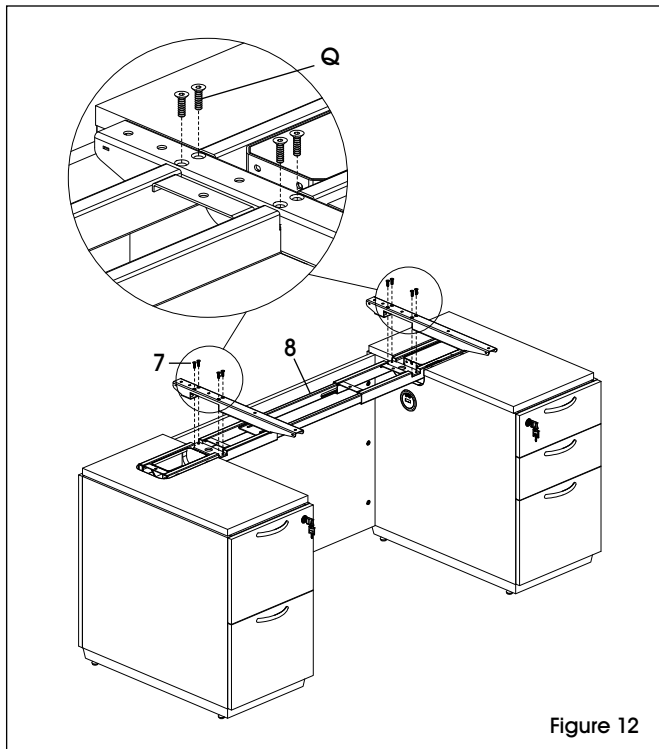

Figure 12
12. Fixez les ferrures de support du dessus (7) au cadre central (8) avec huit boulons M6 x 22 mm (Q). (Voir Figure 12)